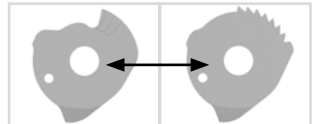

Fig. 42
- 2 Remplacez le disque pour la butée de flexion par le disque pour la butée réglable par crans (Fig. 42).